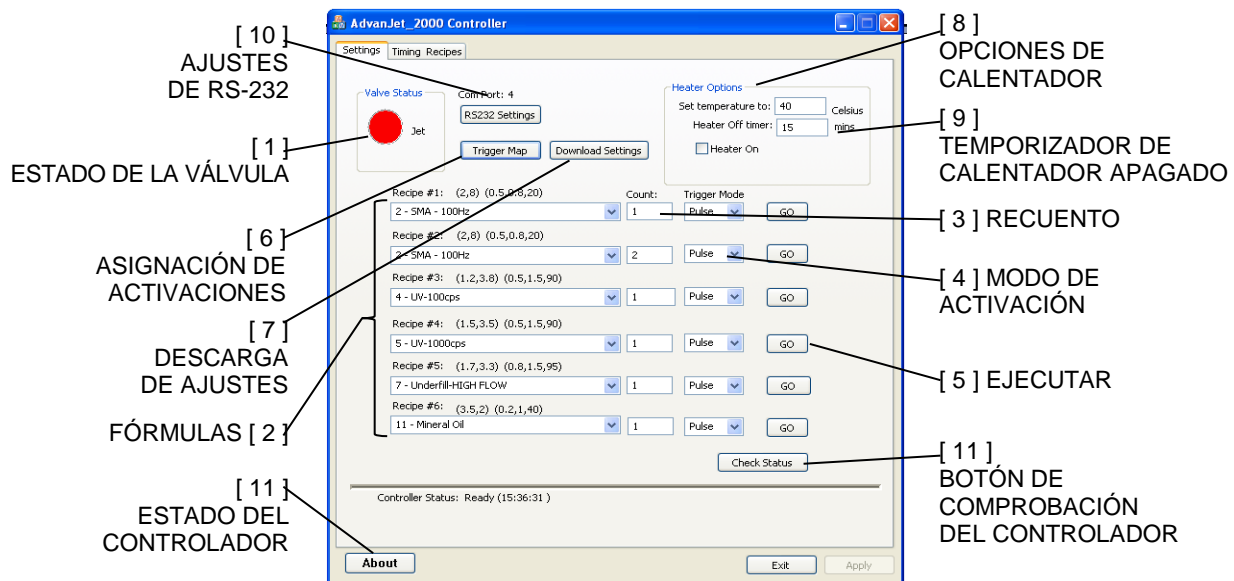

Figura 5-1: Menú de configuración del software Advanjet
Esta sección describe las características 1 – 11 del menú de configuración del software Advanjet tal como se muestra en la Figura 5-1 de la página anterior.
3. **Recuento:** El recuento es el número de gotas para la fórmula correspondiente. Por ejemplo, para dispensar una gota de la Fórmula 1 SMA 100 Hz (tal como se indica en la Figura 5-1), especifique 1 en la cuenta. Para suministrar varias gotas, elija un número mayor de 1, tal como se indica en la fórmula 2.